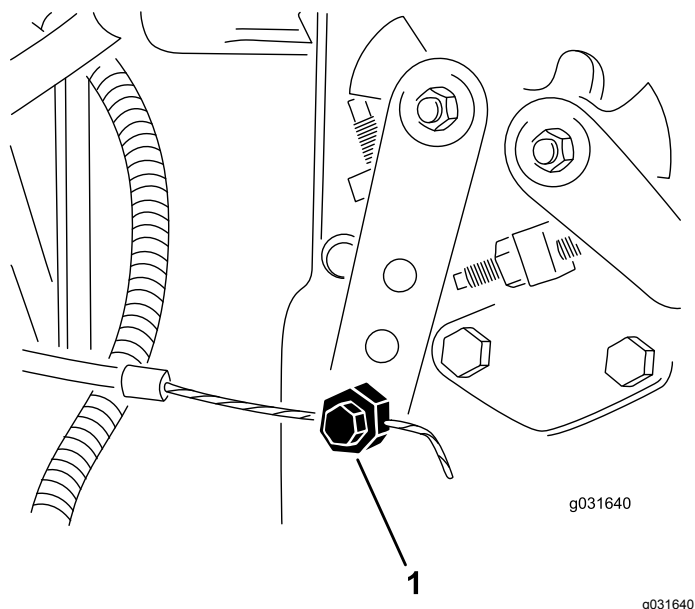

Figura 62
2. Allentate il raccordo del cavo dell'acceleratore sulla leva della pompa di iniezione (Figura 62).